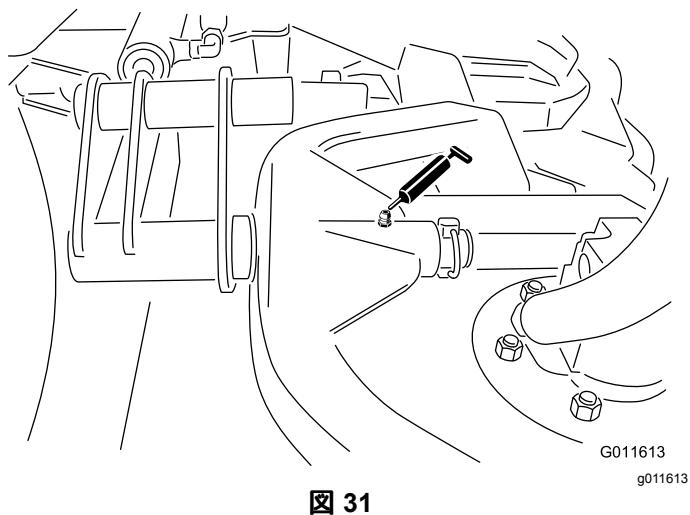

図31
- カッティングユニットのキャリアフレームのピボット各1—図31